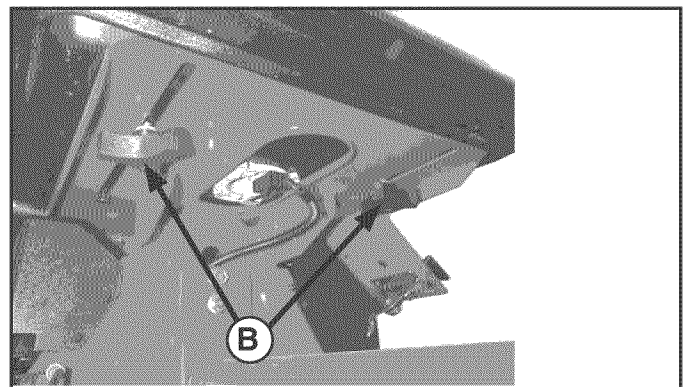

FIGURA 3
4. Con el motor detenido, suelte los dos pernos de ajuste (D, Figura 3) y mueva el asiento hacia la posición deseada. Después del ajuste, apriete los pernos firmemente.